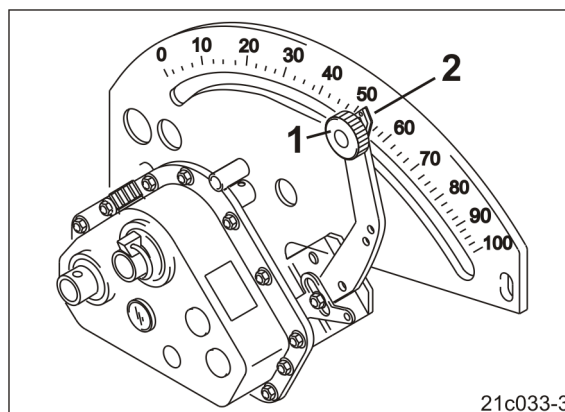

Рис. 210
4. Установите стрелку (Рис. 210/2) рычага редуктора на значение редуктора «100».
5. Затяните фиксирующую головку (Рис. 210/1).